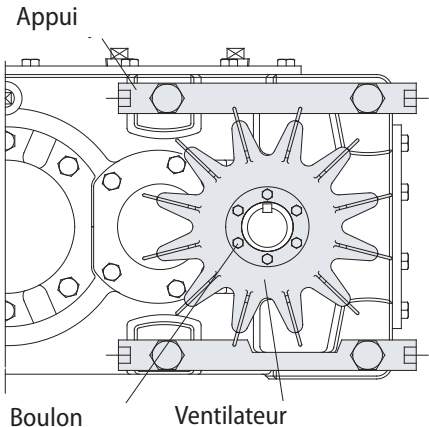

Fig. 4
2. Enlever les boulons puis le ventilateur (fig. 4).